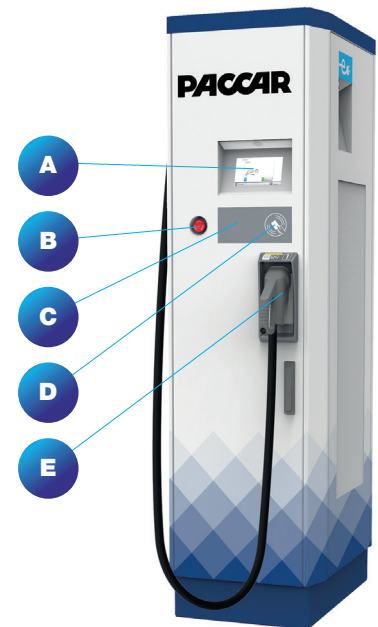

Abbildung 1: Ladestation
Die vom Benutzer bedienbaren Komponenten sind in Abbildung 1 dargestellt.
- 1 Drücken Sie den Not-Aus-Schalter (C in Abbildung 1).